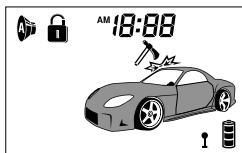

рис.4
- a) Тревога вызвана срабатыванием предупредительной зоны датчика удара или предупредительной зоной дополнительного датчика(если установлен). Сирена издаст 3 «ЧИРПа», указатели поворотов вспыхнут 6 раз. Индикация LCD дисплея см. рис.4.